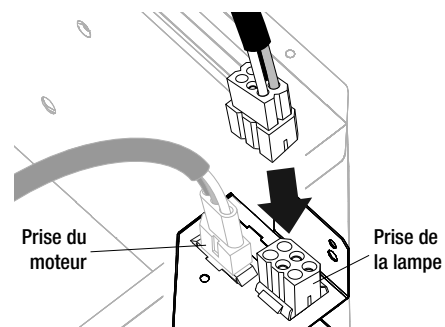

Fig. 22
- Brancher correctement la lampe dans la prise. Voir la figure 22.